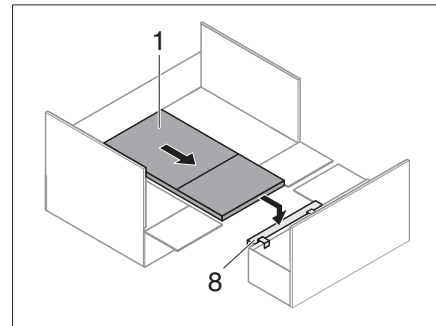

Bild 217 Bord på sänglåde-stöd
- Haka fast sänglåde-stöd (Bild 217,8).
- Dra ut hängbordet (Bild 217,1) och positionera det på det fasthakade sänglåde-stödet (Bild 217,8).